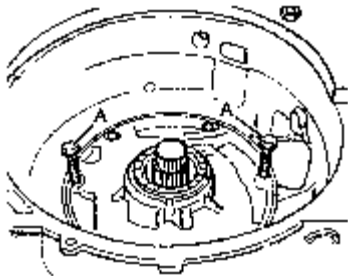

图 7-70 拆下 ATF 泵
7) 把螺栓 (M8) 拧入 ATF 泵的螺纹孔内，均匀地拧入螺栓，将 ATF 泵从变速箱的壳体内压出，如图 7-70 所示。